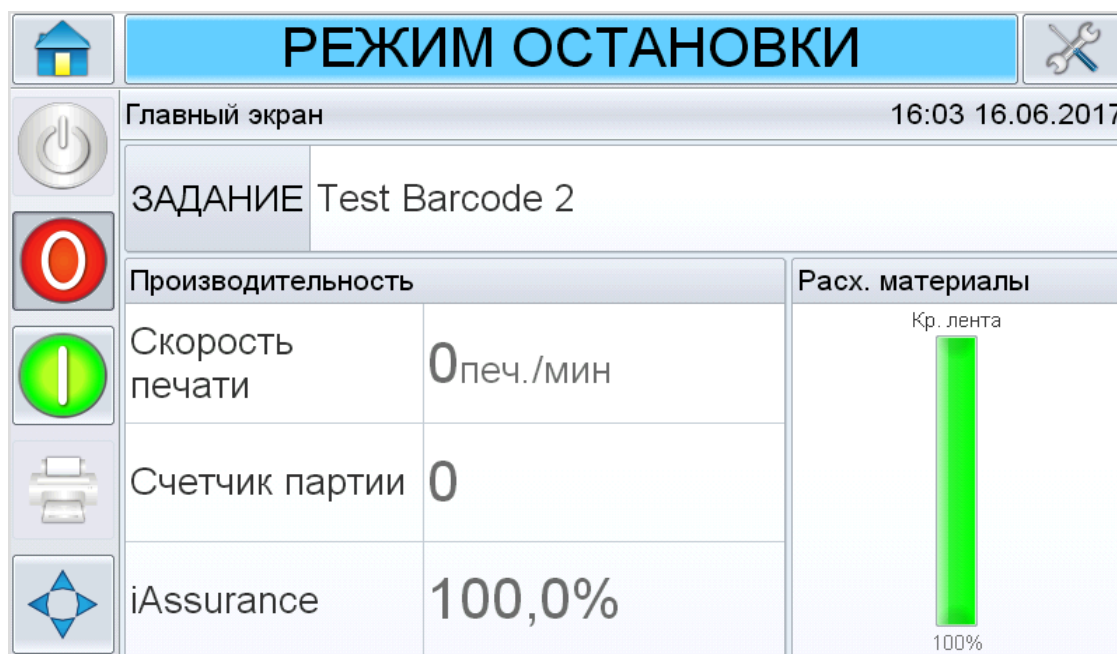

Рис. 4-2: Главная страница системы CLARiTY в режиме неактивен
Рисунок 4-2 отображает главную страницу системы CLARiTY в состоянии "OFFLINE" (НЕАКТИВЕН).
1. Убедитесь, что принтер находится в состоянии OFFLINE (НЕАКТИВЕН) (см. Рисунок 4-2 на странице 4-2).